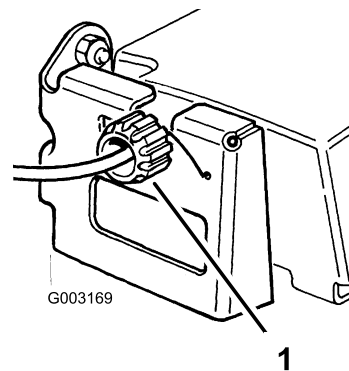

Bild 25
2. Drehen Sie das Einstellrad um eine halbe Umdrehung nach rechts, wenn der Rasenmäher seinen Selbstantrieb verloren hat. Wenn der Rasenmäher vorwärts kriecht, stellen Sie das Einstellrad eine halbe Umdrehung nach links, um den Riemen zu lösen (Bild 25).